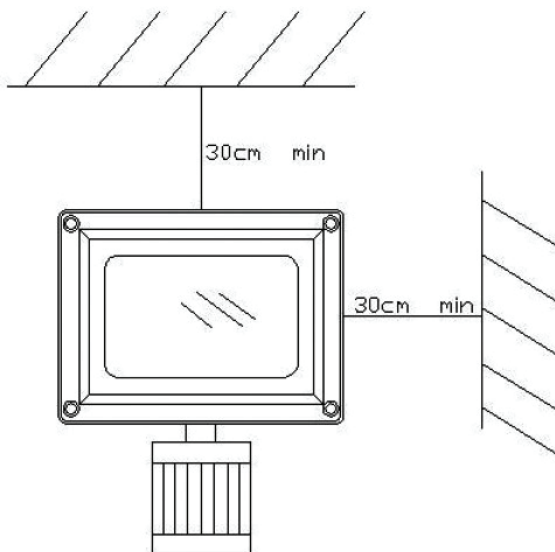

Fig. 1
- Pastrati o distanta de minim 30cm fata de plafon si perete. (vezi fig. 1)